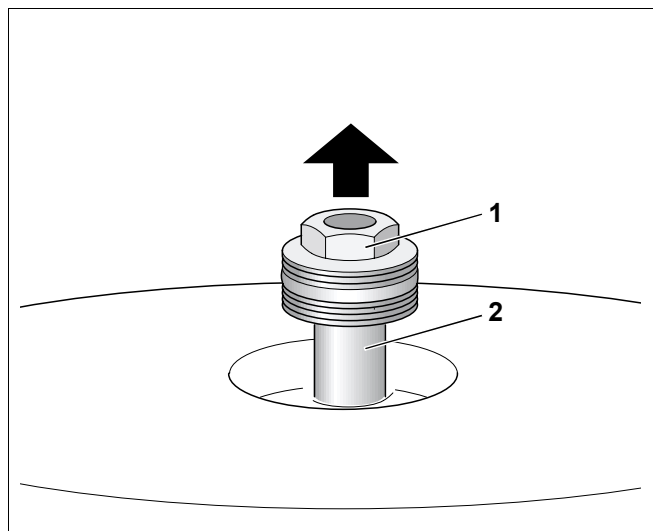

Fig. 12 Înlocuirea anodului de magneziu
- Se slăbește piulița cu cap hexagonal (Fig. 12, **Poz. 1**) a anodului de magneziu cu o cheie inelară SW 32.
- Se deșurubează anodul de magneziu (Fig. 12, **Poz. 2**).